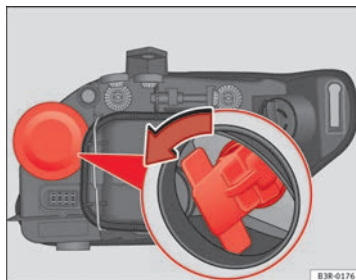

Abb. 207 Glühlampe für Blinklicht
- Den Lampenträger durch Ziehen am Halter und durch Drehen gegen den Uhrzeigersinn herausnehmen ⇒ Abb. 207.